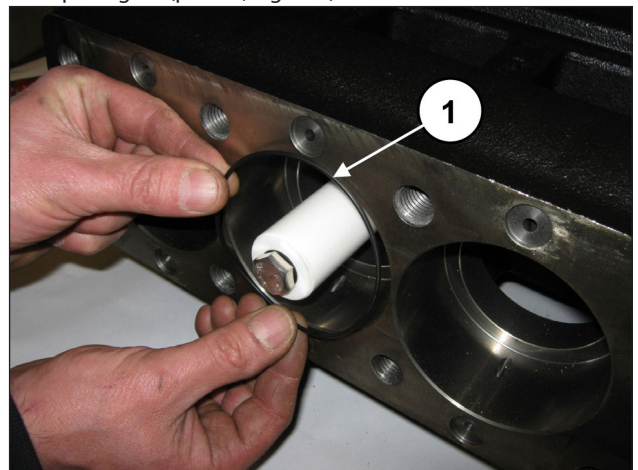
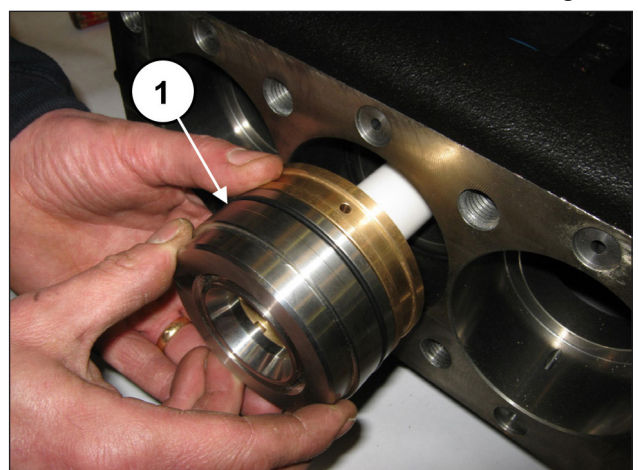

Fig. 184
Fig. 185
Insira o anel circular no interior do carter da bomba (pos. ①, Fig. 184) e em seguida, o bloco da camisa - suporte do ferro (completo pelo mesmo anel circular), anteriormente montado até a passagem (pos. ①, Fig. 185).